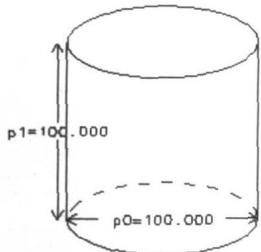

图 1-12 创建圆柱体
(1) 选取【插入】/【成形特征】/【圆柱体】命令，创建如图 1-12 所示圆柱体(直径：100，高：100)。